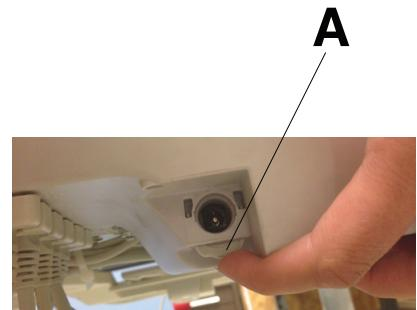

Figura 4 – Bloquear ou desbloquear o cabo da bateria
2. Localize a caixa de controlo (Figura 4).
4. Pressione o mecanismo de bloqueio do cabo da bateria para bloquear o cabo na caixa de controlo (A) (Figura 4).
3. Desbloqueie o cabo de controlo da bateria da caixa de controlo (A) (Figura 4).